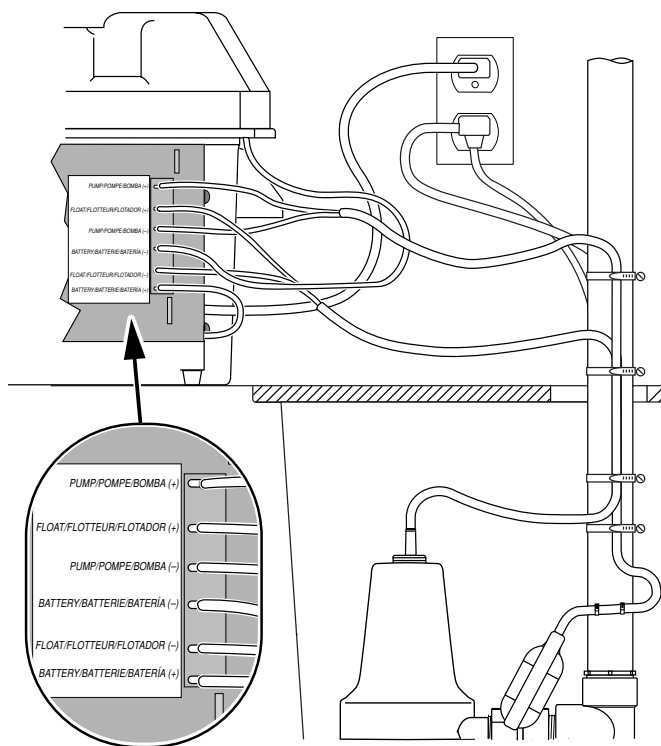

Figure 8 – Branchements électriques du A5500
1. Brancher le chargeur comme il est illustré dans le Tableau I et la Figure 8.